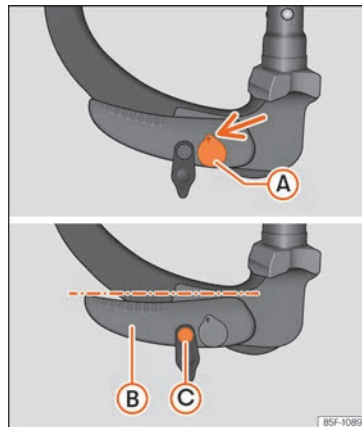

Abb. 254 Ruheposition: Stellung von Hebel und Entriegelungsbolzen
- Der Schlüssel (A) »» Abb. 254 befindet sich in entriegelter Position (der gelochte Teil des Schlüssels zeigt nach oben).
- Der Hebel (B) »» Abb. 254 befindet sich in der unteren Position.
- Der Entriegelungsbolzen (C) kann bewegt werden »» Abb. 254.